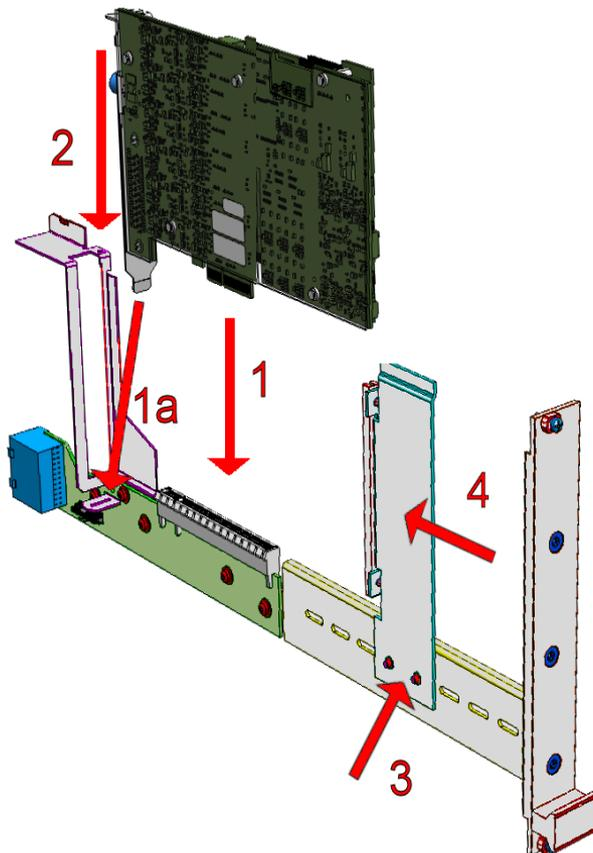

Abb. 3-4 Einbau einer PCI Express-Karte im ES5370.1 Carrier Board (siehe Text)
1. Stecken Sie die PCI Express-Karte wie in einen normalen PCI Express-Steckplatz (siehe Abb. 3-4 auf Seite 50).
2. Stecken Sie den PCI Express-Anschluss der Karte in den Anschlussstecker der Trägerkarte (1).
4. Befestigen Sie das Slotblech der Karte oben mit der Schraube am Halteblech der Trägerkarte (2).
5. Montieren Sie die Vorrichtung, die die Karte am anderem Ende fixiert, in den passenden Schlitzlöchern (3). Die Schrauben sind vom Typ „Torx T8“.
6. Schieben Sie die Haltevorrichtung so in Richtung Karte, dass diese gehalten wird (3) und schrauben Sie die Haltevorrichtung an der Trägerkarte fest (4).